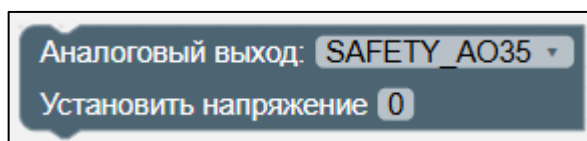

Рисунок II-34 – Блок «Аналоговый выход. Установить напряжение»
7. Блок «Аналоговый выход. Установить напряжение» (см. Рисунок II-34).